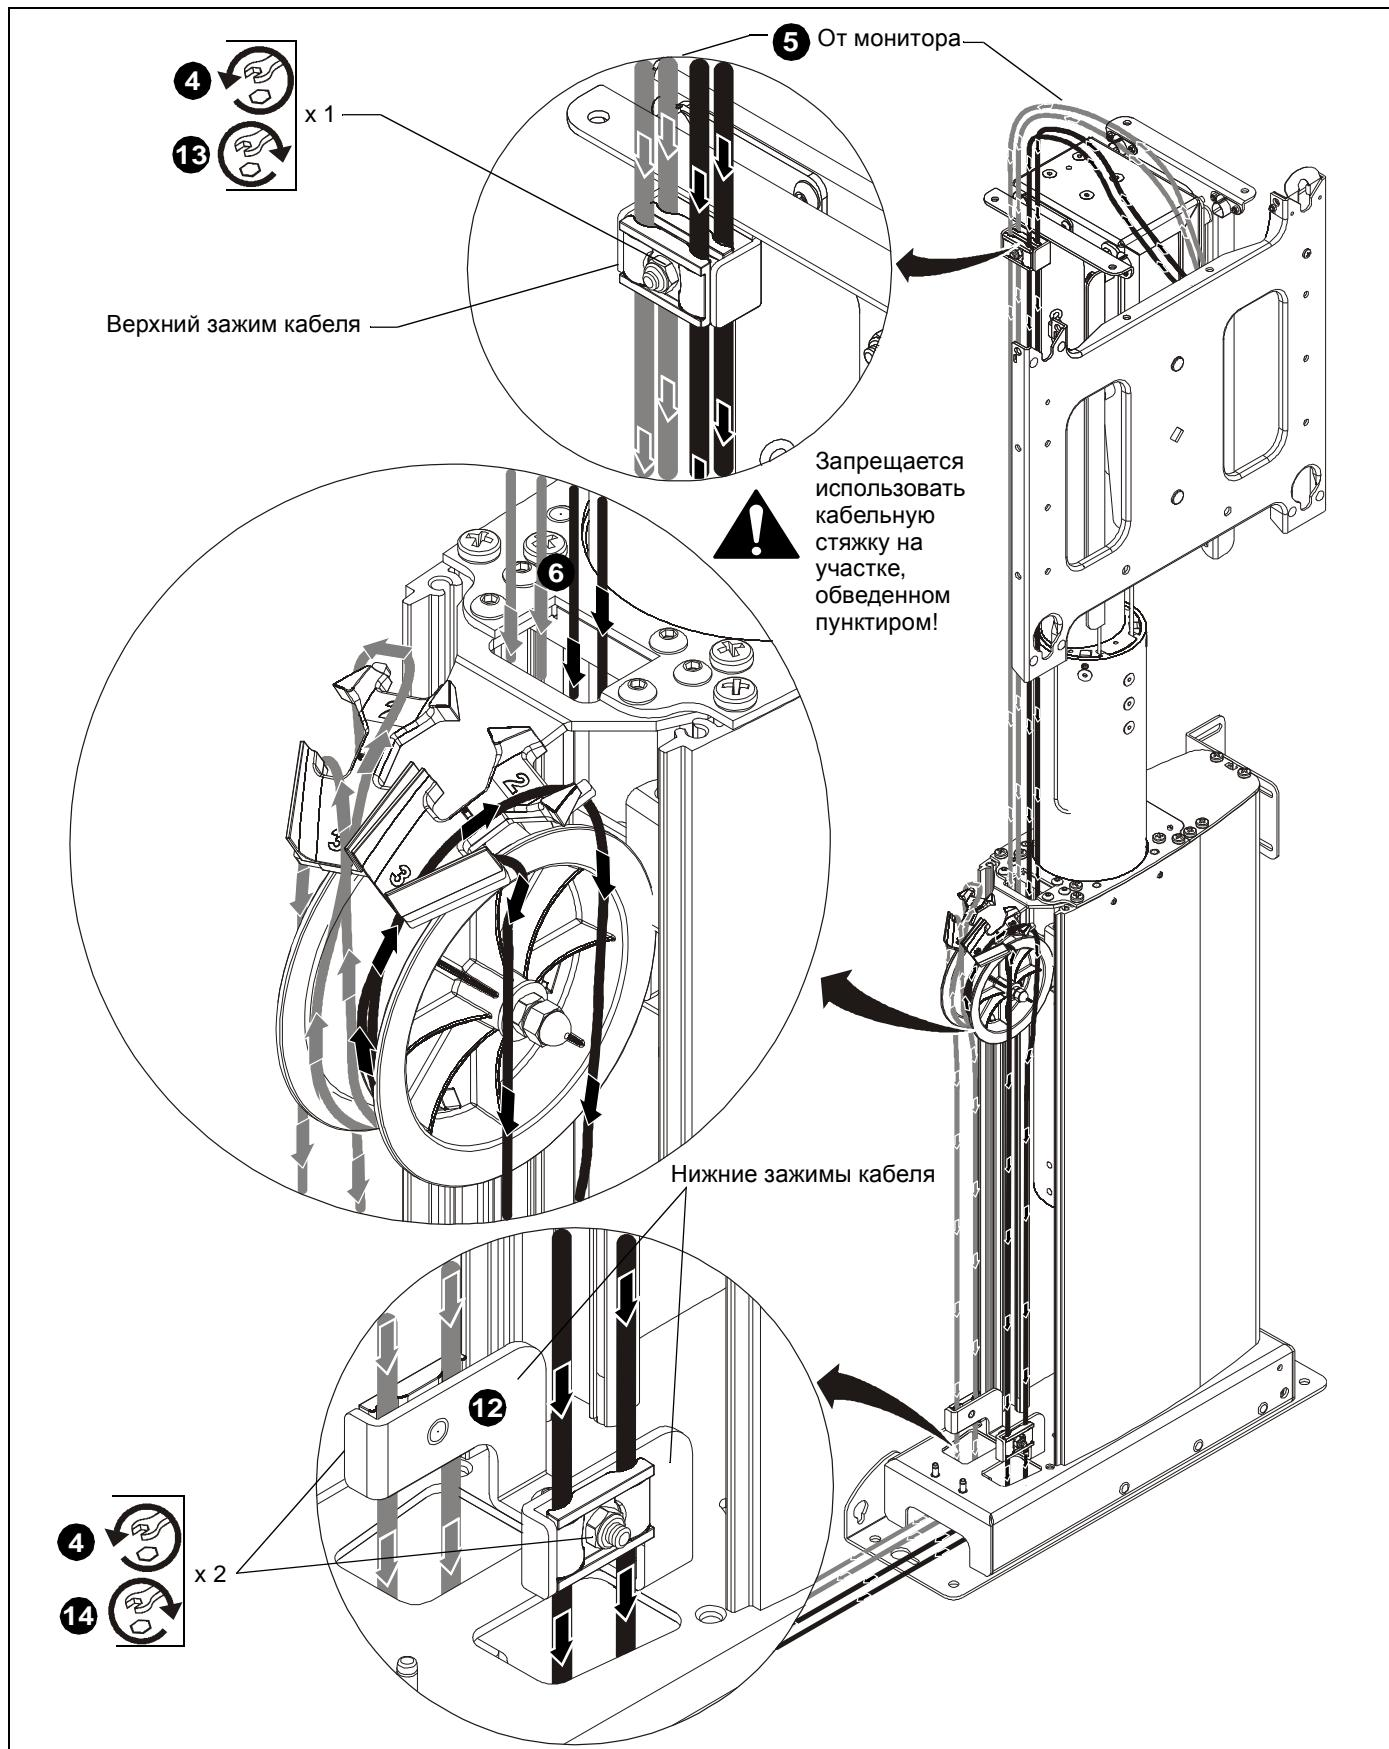
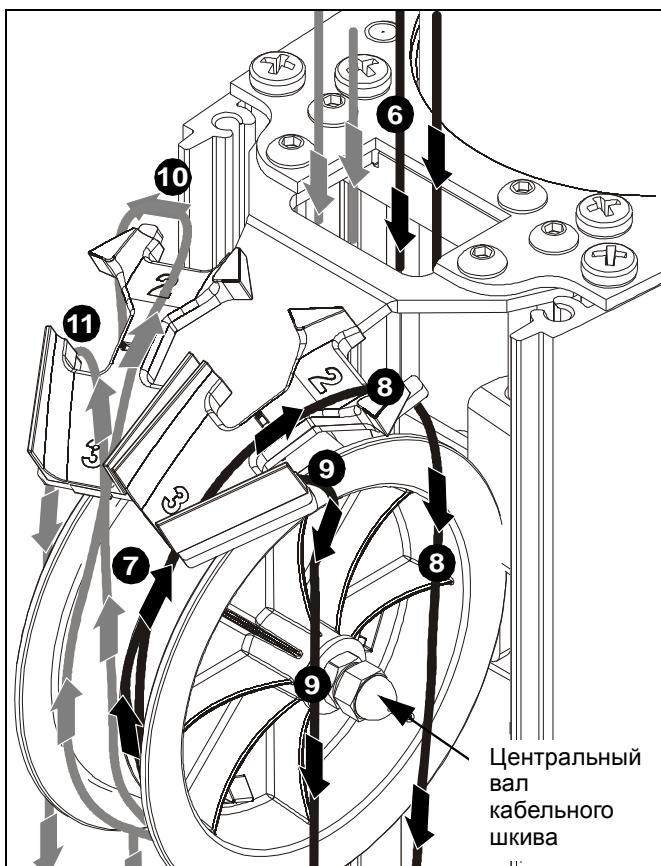

рис. 19
рис. 20
4. Ослабьте три зажима кабеля. (см. рис. 19)
5. Проложите кабель вниз через верхний зажим кабеля. (см. рис. 19) и (см. рис. 20)
6. Проложите кабель вниз через отверстие **за** кабельный шкив. (см. рис. 19) и (см. рис. 20)
- Убедитесь, что кабели на задней части CM2 (серые) находятся на задней части кабельного шкива. (см. рис. 19) и (см. рис. 20)
- Убедитесь, что кабели на передней части CM2 (черные) находятся на передней части кабельного шкива. (см. рис. 19) и (см. рис. 20)
7. Проложите кабели под кабельным шкивом и заведите их вверх над **верхней частью** кабельного шкива. (см. рис. 19) и (см. рис. 20)
8. Проложите один кабель от передних (черных) зажимов кабеля через отверстие для кабеля № 2 и опустите прямо вниз рядом с центральным валом кабельного шкива. (см. рис. 19) и (см. рис. 20)
9. Проложите один кабель от передних (черных) зажимов кабеля через отверстие для кабеля № 3 и опустите прямо вниз с другой стороны центрального вала кабельного шкива. (см. рис. 19) и (см. рис. 20)
10. Проложите один кабель от задних (серых) зажимов кабеля через отверстие для кабеля № 2 и опустите прямо вниз рядом с центральным валом кабельного шкива. (см. рис. 19) и (см. рис. 20)
11. Проложите один кабель от задних (серых) зажимов кабеля через отверстие для кабеля № 3 и опустите прямо вниз с другой стороны центрального вала кабельного шкива. (см. рис. 19) и (см. рис. 20)
ВАЖНО! Убедитесь, что кабели не согнуты и не перекручены! Кабели с передних (черных) верхних зажимов (см. рис. 19) должны быть спереди кабельного шкива (см. рис. 20) и спереди нижнего зажима кабеля (см. рис. 19). Кабели с задних (серых) верхних зажимов (см. рис. 19) должны быть сзади кабельного шкива (см. рис. 20) и сзади нижнего зажима кабеля (см. рис. 19).
12. Продолжайте прокладку кабелей вниз через нижние кабельные зажимы. (см. рис. 19)
14. Начиная от верхнего кабельного зажима и перемещаясь вниз, удалите все провисания кабелей и затяните нижние зажимы кабелей. (см. рис. 19)